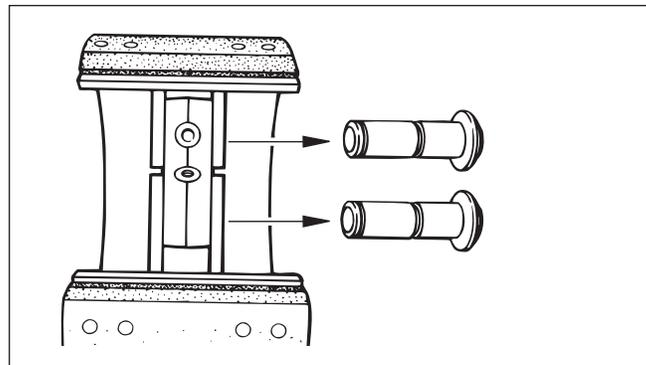

Figura 21 – Desmontaje de pasador de anclaje
3. Para retirar las zapatas superior e inferior, retire los pasadores de anclaje con un mandril de latón o un mazo. Consulte la figura 21.